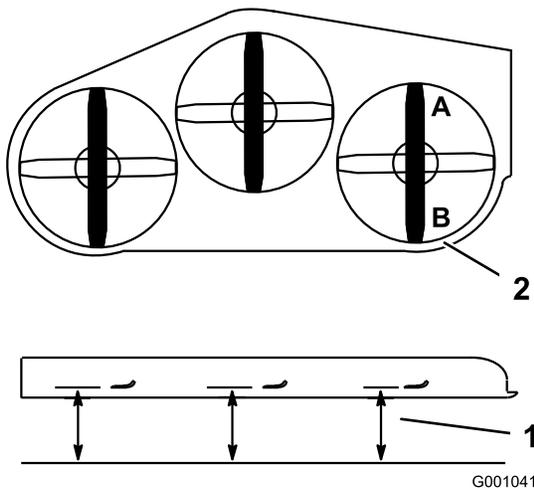

Figura 112
1. Posicione a lâmina **direita** da parte dianteira para a traseira (Figura 112).
2. Meça a lâmina direita no local **A**, de uma superfície nivelada à extremidade de corte da ponta da lâmina (Figura 112).
4. Meça a lâmina direita no local **B**, de uma superfície plana à extremidade de corte da ponta da lâmina (Figura 112).
6. A lâmina do cortador deve estar 6 a 10 mm mais baixa na posição **A** do que na posição **B** (Figura 112). Caso isto não esteja correto, avance para os passos abaixo.